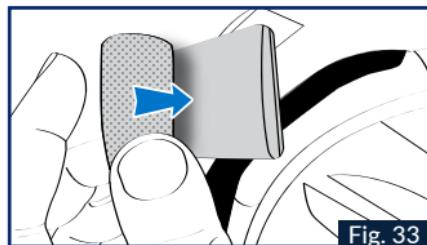

Fig. 33
3. Applicare il cuscinetto fornito con il kit SENA FOR SHARK (Bluetooth o Mesh) sul retro della batteria dell'interfono (Fig.33)